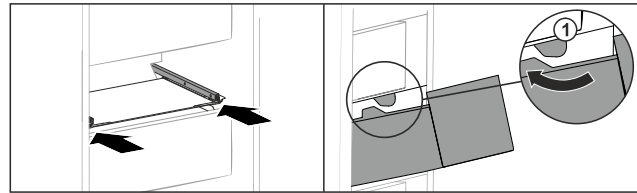

Fig. 100
- ▶ Schubfach um die Stopper Fig. 100 (1) herumführen.